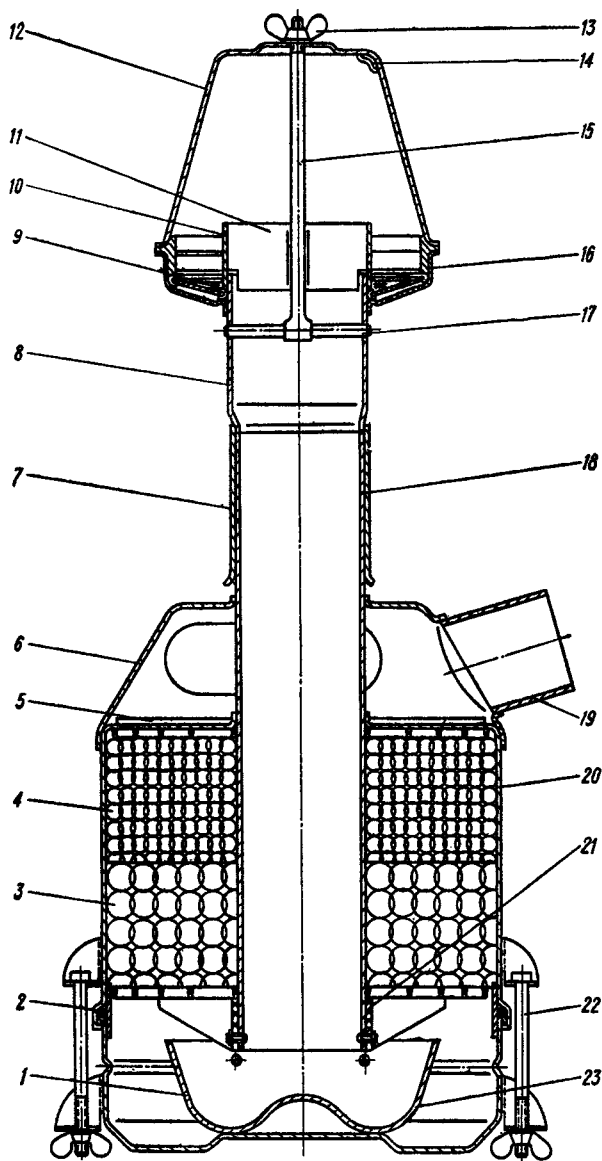

Рис. 23. Воздухоочиститель:
1. Во избежание повреждения капроновых фильтрующих элементов запрещается для облегчения запуска двигателя при низкой температуре подогревать воздух перед воздухоочистителем (рис. 23) открытым пламенем (паяльная лампа, факел и т. п.).